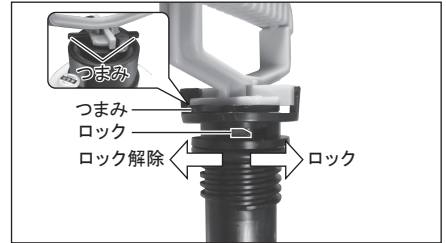

図 50
- 2)ピストンキャップのつまみを右に回してロックを外し、ピストンを引き抜きます。(図 50)